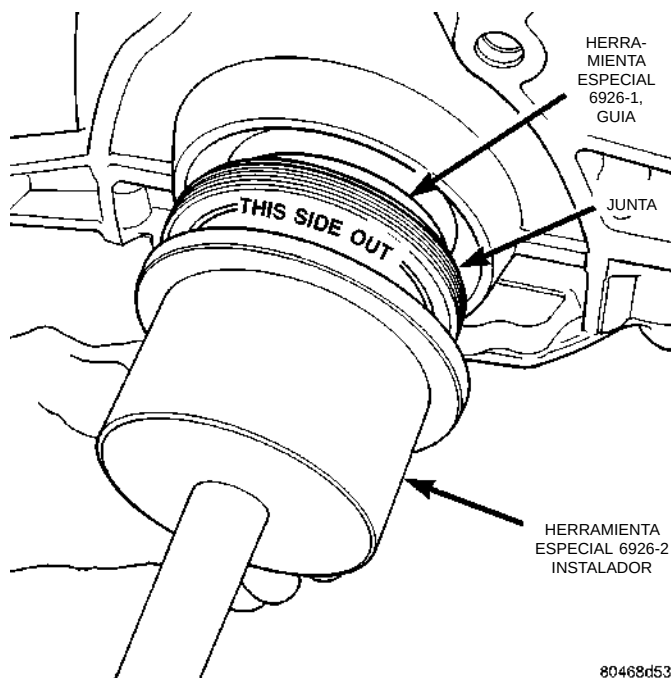

Fig. 64 Herramienta especial de junta de cigüeñal 6926-2
(3) Empuje la junta en el bloque con la Herramienta especial 6926-2 y la manija C-4171 (Fig. 64), hasta que la herramienta llegue al fondo y toque el bloque (Fig. 65).